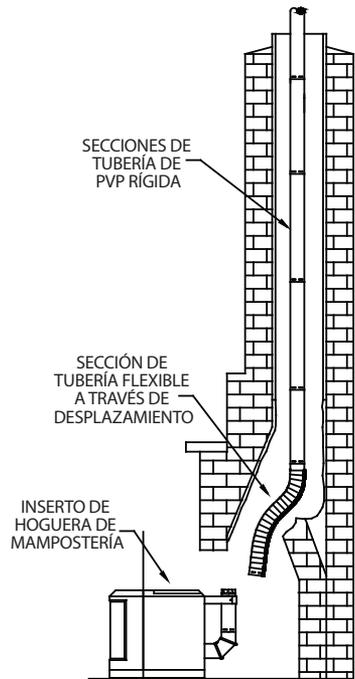

Figura 19
7. Repita este proceso para el resto de las secciones de tubo y baje el ensamblaje por la chimenea, tal como se muestra en la **(Figura 19)**. Bájelo más allá de su posición normal para conectar